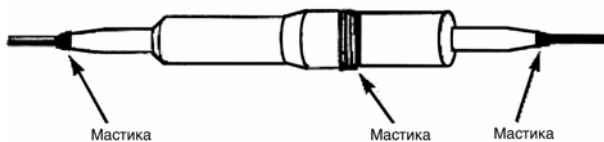

Рис. 9.14. Обмотка стыков мастикой.
9.1.20. Надвинуть полумуфты на сросток. Обмотать одним слоем мастики центральный стык и стыки с кабелем (рис. 9.14.).